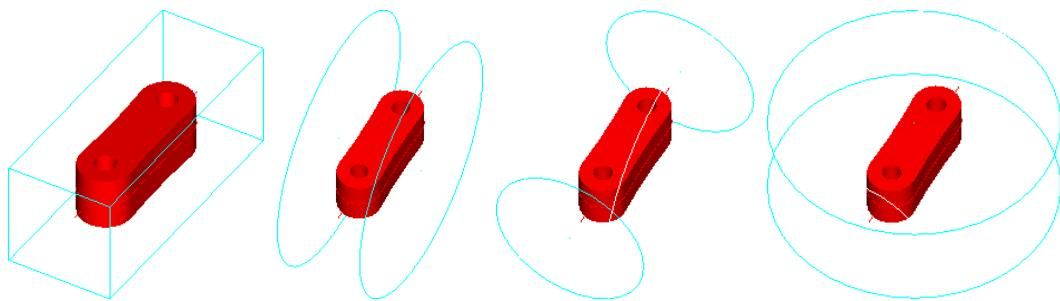

图 3-171 创建边界盒
- 设定好相关参数后，单击“完成”按钮即可完成边界盒的绘制。图3-171所示分别为立体形边界盒、采用X轴创建的圆柱形边界盒、采用Y轴创建的边界盒和采用Z轴创建的边界盒。